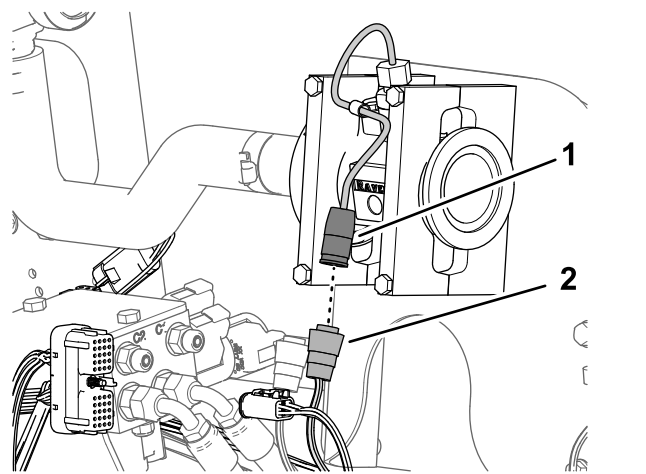

図 87
1. 89cm の枝線の 3 ソケットコネクタFLOW METERというラベルのついたものをフローメータの 3 ピンコネクタに接続する 図 87。